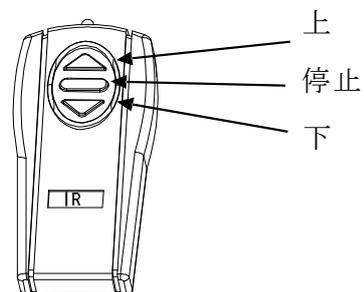

図 12
3. IR (赤外線) リモコン(付属品 A、図 12)：赤外線は、センサーから信号の届く 30 フィート(約 9m)の範囲で、センサーに向けて使用します。